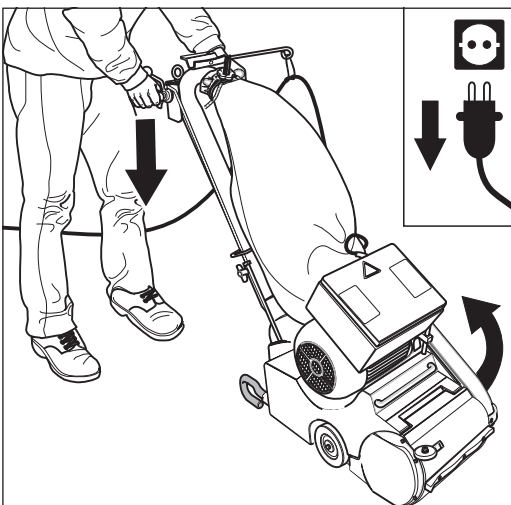
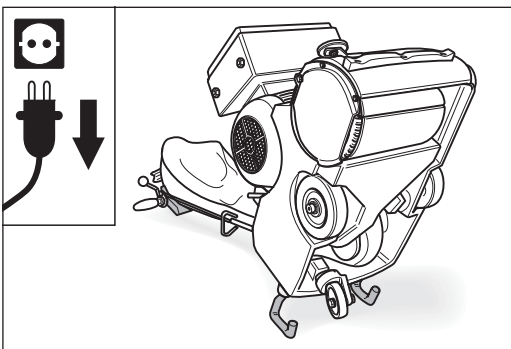

Abb. 69 Den Netzstecker aus der Steckdose ziehen und die Maschine über die Sturzbügel nach hinten kippen.
Abb. 70 Die Maschine vorsichtig auf dem Boden ablegen. Auf einen sicheren Stand der Maschine achten!
- 3 Kippen Sie die Maschine über die Sturzbügel nach hinten (Abb. 69), so dass die Radlagerung zu sehen ist und legen Sie die Maschine vorsichtig auf dem Boden ab (Abb. 70). **Achten Sie auf einen sicheren Stand der Maschine!**
- 3 Kippen Sie die Maschine über die Sturzbügel nach hinten (Abb. 69), und legen Sie die Maschine vorsichtig auf dem Boden ab (Abb. 70). **Achten Sie auf einen sicheren Stand der Maschine!**